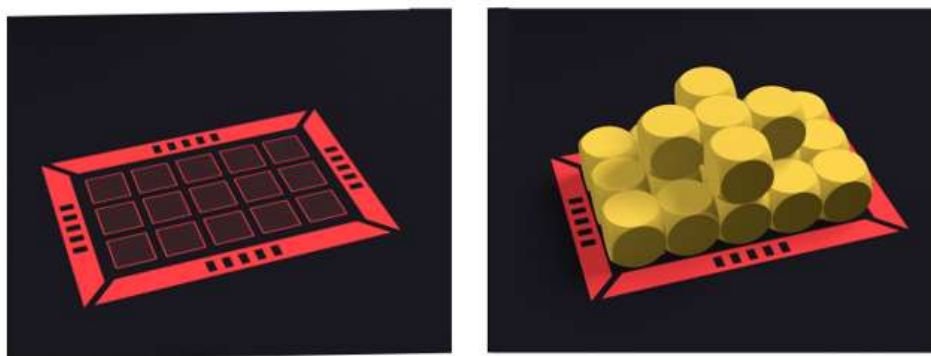

图 3.7 原料区示意图
(4) **原料区**：红蓝双方半场内各有两处原料区，用于在比赛开始前摆放原料。每个原料区内放置 20 个代表原料的小方块。原料区的外形和小方块的具体摆放方式如图 3.7 所示。